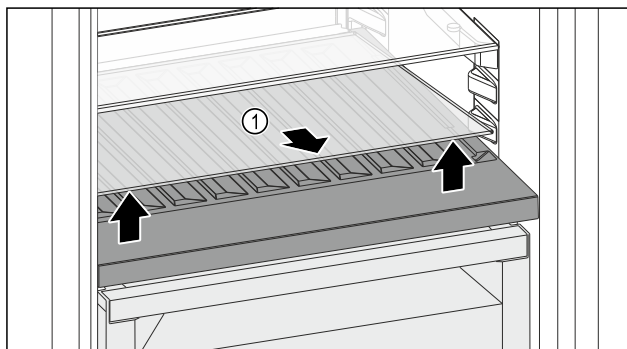

Fig. 144
- Скористайтесь пазом спереду, щоб підняти скляну полицю Fig. 144 (1) і вийняти її.
- Безпечно зберігайте скляну полицю Fig. 144 (1) за межами пристрою.